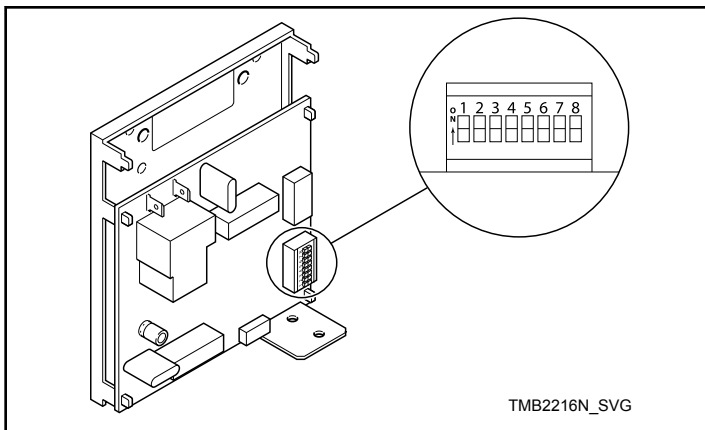

Рис. 28
2. Запишите настройки двухпозиционного переключателя управление машиной, затем установите все эти настройки в позицию выкл. См. Рис. 28 .